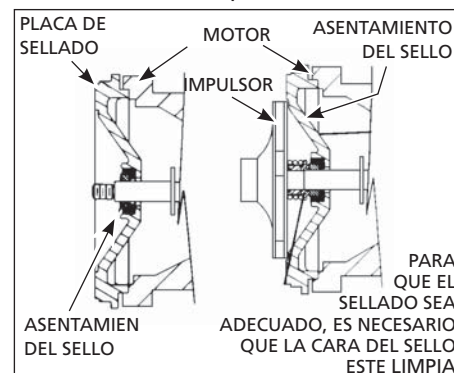

Figura 15 - Eje del Motor
- Coloque el impulsor en el eje y ajústelo bien (Figura 15).